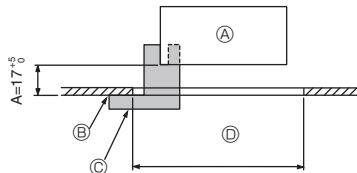
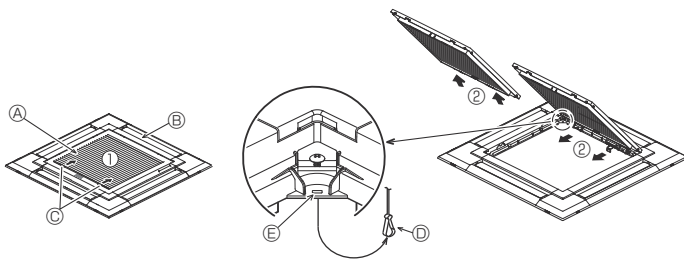
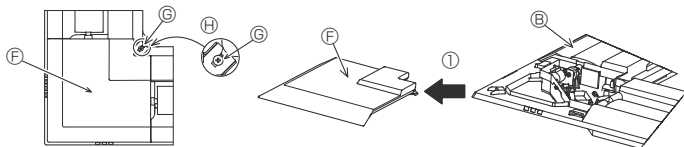

Fig. 9-2
Fig. 9-3
Fig. 9-4
①	Dimensões da grelha	1	950 × 950 (mm)
②	Medidor de instalação	1	(Dividido em 4 partes)
③	Controlo remoto sem fio	1	para PLP-6EALM
④	Suporte do controlo remoto	1	Incluído quando equipado com o controlo remoto sem fios.
⑤	Pilhas AA LR6	2	Incluído quando equipado com o controlo remoto sem fios.
⑥	Parafusos de derivação de 3,5 × 16	2	Incluído quando equipado com o controlo remoto sem fios.
9.2. Preparar a fixação da grelha (Fig. 9-2)
- Utilizando o medidor ② fornecido com este kit, ajuste e verifique a posição da unidade principal em relação à superfície do teto. Se a unidade principal não estiver adequadamente posicionada em relação à superfície do teto, poderá permitir a ocorrência de fugas de ar ou provocar a acumulação de condensação.
- Ⓒ Medidor de instalação ② (inserido na unidade principal)
9.2.1. Remoção da grelha de admissão (Fig. 9-3)
- Deslize as alavancas na direcção indicada pela seta ① para abrir a grelha de admissão.
- Com a grelha de admissão na posição "aberta", retire a dobradiça da grelha de admissão da grelha tal como indicado pela seta ②.
9.2.2. Remoção do painel de canto (Fig. 9-4)
- Desaperte os 4 parafusos do canto. Faça deslizar o painel de canto na direcção da seta ① da figura e retire o painel de canto.
[Fig.9-3] [Fig.9-4]